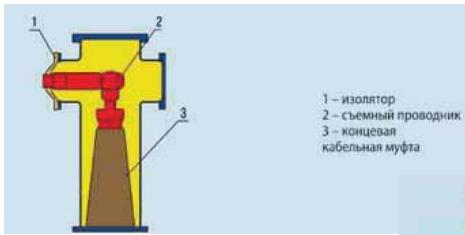

Рис. 4.12 Кабельная муфта КРУЭ
4.10.2 Модуль кабельной линии (концевая кабельная муфта) (см. рис. 4.12)